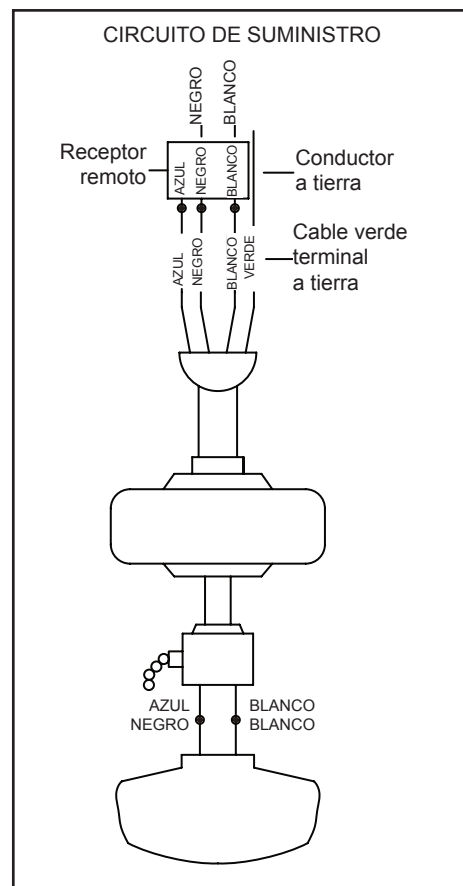

Figura 10
Sigue estos pasos para conectar tu ventilador al circuito de tu hogar. Usa las tuercas de conexión de cable incluidas con el ventilador y el control remoto. Asegura los conectores con cinta aislante. Asegúrate de que no haya conexiones ni cables sueltos. (Figura 10)
1. Conecta el conductor a tierra del cable de 120 V (puede ser un cable desnudo o un cable con aislante verde) al (los) cable(s) terminal(es) a tierra verde(s) del ventilador. (Figura 10)
2. Conecta el cable blanco del motor del ventilador al cable blanco del receptor usando una tuerca de cable. (Figura 10)
3. Conecta el cable negro del motor del ventilador al cable negro del receptor usando una tuerca de cable. (Figura 10)
4. Conecta el cable azul del motor del ventilador al cable azul del receptor usando una tuerca de cable. (Figura 10)
5. Conecta el cable negro del receptor al cable negro de suministro de energía (positivo) usando una tuerca de cable. (Figura 10)
6. Conecta el cable blanco del receptor al cable blanco de energía (neutro) usando una tuerca de cable. (Figura 10)